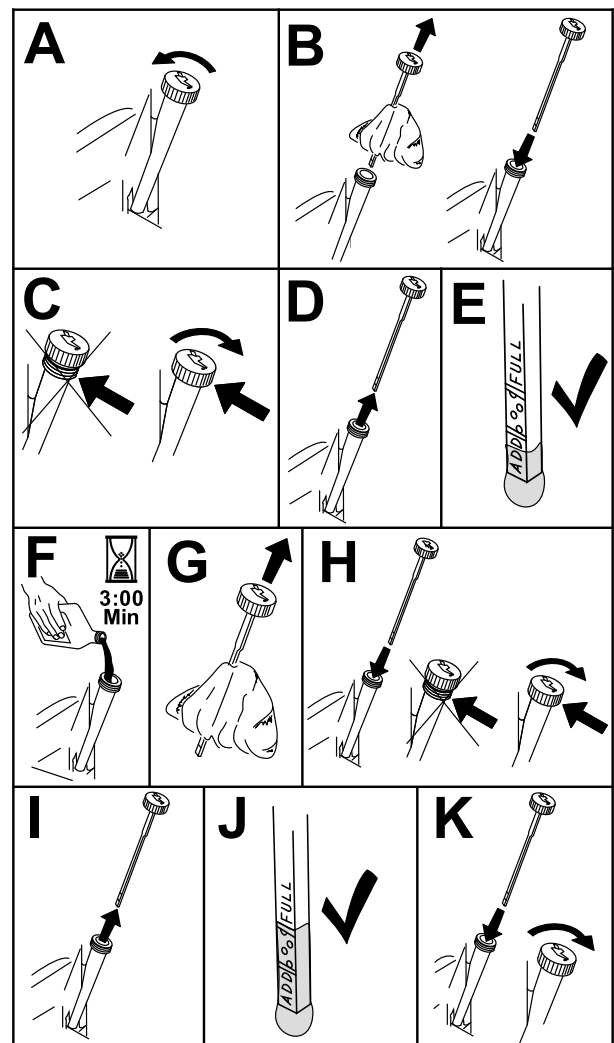

Figura 36
6. Para que no entre suciedad, recortes de hierba, etc., en el motor, limpie la zona alrededor del tapón de llenado/varilla de aceite antes de retirarlo (Figura 36).